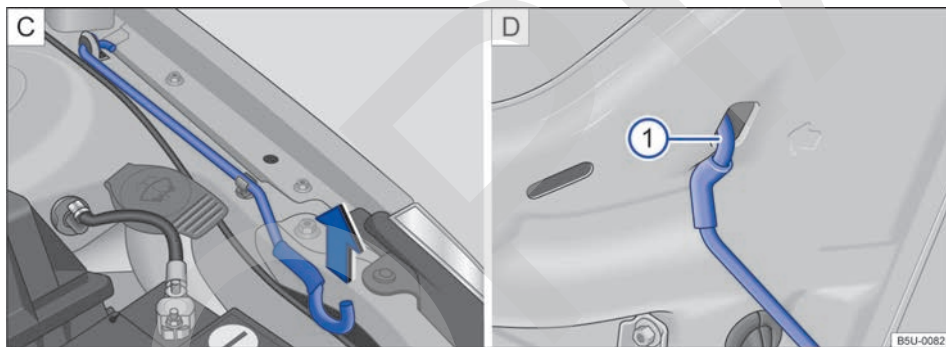

Fig. 167 C) Varilla de sujeción de la tapa del compartimento del motor. D) Tapa del compartimento del motor apoyada en la varilla de sujeción.
- Retirar la varilla de sujeción del soporte en el sentido de la flecha → fig. 167 C) y colocarla en la abertura de la tapa del compartimento del motor → fig. 167 ① D).
- Retirar la varilla de sujeción del orificio → fig. 167 ① D) y encajarla en el soporte del cierre → fig. 167 C).